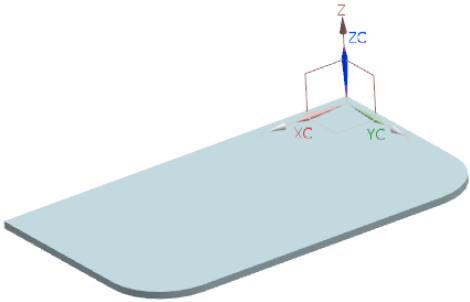

图 4-6 钣金零件体
(3) 在“突出块”对话框中输入厚度为 1，单击按钮创建基本突出块特征，如图 4-6 所示。